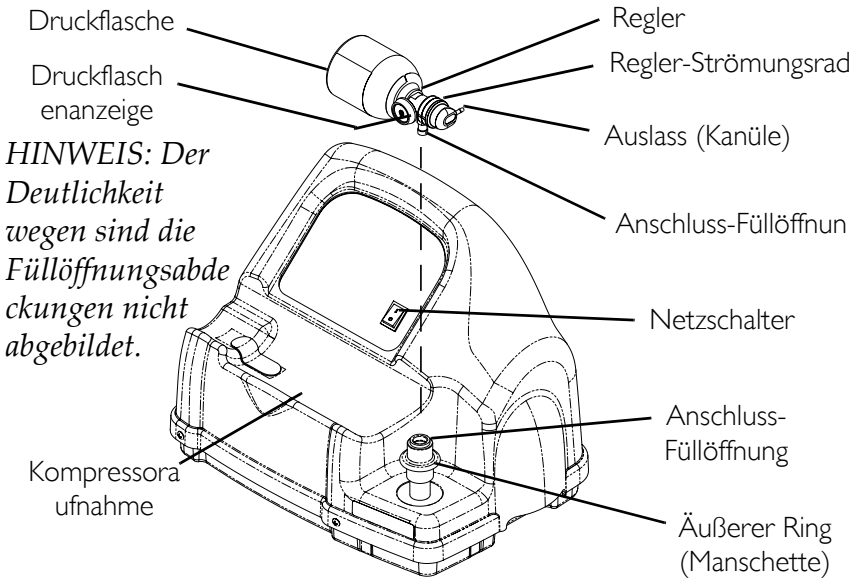

ABBILDUNG 4.2 Anschließen der Druckflasche am Kompressor
HINWEIS: Nähere Angaben zu diesem Verfahren finden Sie in ABBILDUNG 4.1 auf Seite 145 und ABBILDUNG 4.2 auf Seite 146.
1. Untersuchen Sie die Druckflaschenanzeige. Beträgt der Druck der Druckflasche **weniger** als 1500 psig (10342 kPa), weiter zu SCHRITT 2 (ABBILDUNG 4.2).
2. Drehen Sie die Strömungsknopf an der Druckflasche auf **ZU** (ABBILDUNG 4.2).
5. Fassen Sie die Druckflaschen-/Reglereinheit in dem Bereich hinter der Druckflaschenanzeige an (ABBILDUNG 4.2).
6. Richten Sie die Druckflasche in der Kompressoraufnahme aus (ABBILDUNG 4.2).
7. Richten Sie die Druckflaschen-Füllöffnung mit der Anschluss-Füllöffnung aus (ABBILDUNG 4.2).
8. Ziehen Sie den äußeren Ring (die Manschette) der Anschluss-Füllöffnung nach **OBEN**, während Sie die Füllöffnung nach **UNTEN** auf die Druckflaschen-/Reglereinheit drücken, um die Druckflaschen-Füllöffnung an die Verbindung anzuschließen (ABBILDUNG 4.2).